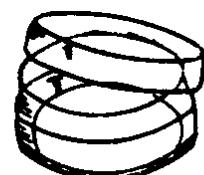

图1-6 汽油缸
4. 汽油缸 汽油缸是用来存放溶剂汽油或其它清洗液的。为了防止汽油挥发，最好采用磨砂口的汽油缸(见图1-6)。如无汽油缸时，也可用其它密封性好的容器代替。